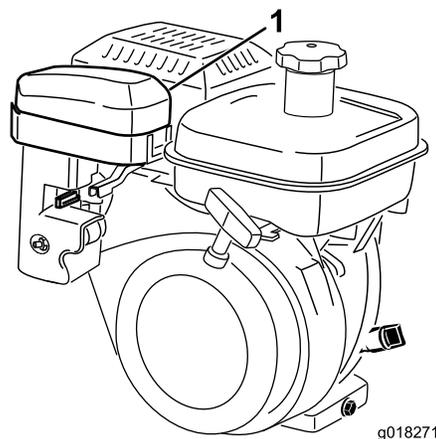
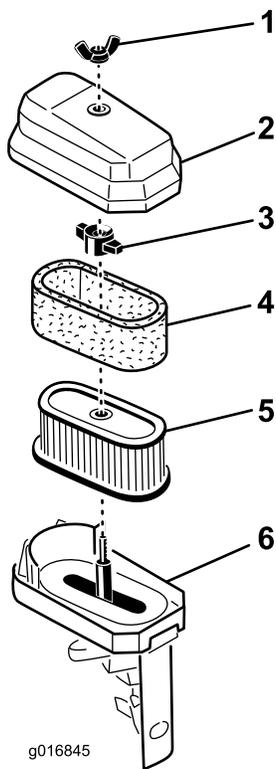

Рисунок 36
Рисунок 37
3. Очистите крышку (Рисунок 36 и Рисунок 37).
4. Если элемент из пеноматериала загрязнен, извлеките его из бумажного элемента (Рисунок 37) и очистите следующим образом.